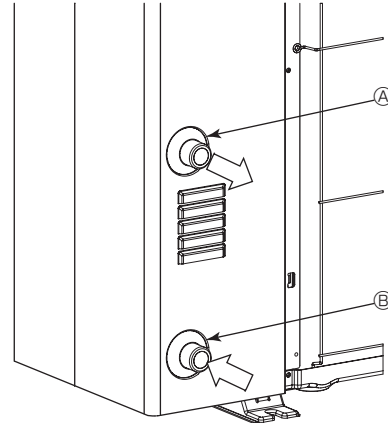

Fig. 5-1
### 5.1. Σύνδεση σωληνώσεων νερού (Fig. 5-1)
- Η θέση των σωληνών εισαγωγής και εξαγωγής φαίνεται στην Fig. 5-1.
[Fig. 5-1]